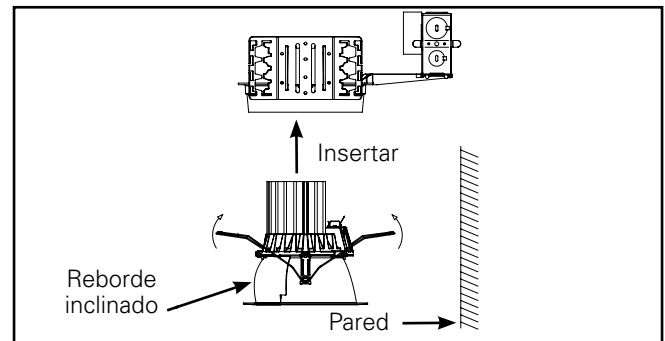

Figura 11
2. Para la opción de lavado de pared, instale el conjunto de la moldura con el reborde inclinado en la posición opuesta a la pared a iluminar. (Figura 11.).